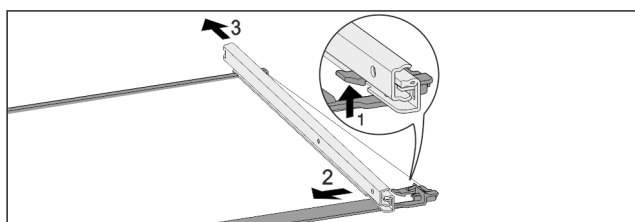

Fig. 125 Tablette en verre avec rails
- Pousser le crochet d'enclenchement avant vers le bas. Fig. 125 (1)
- Pousser le rail télescopique vers le côté Fig. 125 (2) et vers l'arrière Fig. 125 (3).